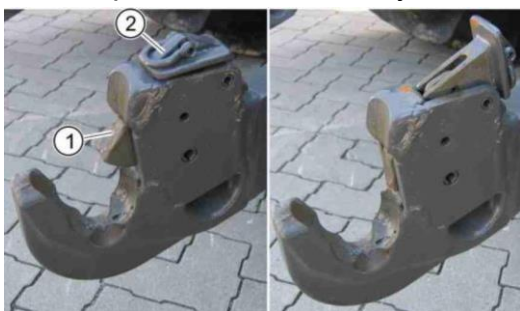

Рис. 32. Нижний рычаг трактора. Слева заблокирован, справа: деблокирован
- С помощью рукояток (2) (Рис. 32) деблокируйте нижние рычаги трактора.
- Фиксаторы (1) нижних рычагов приведите с помощью рукояток (2) в рабочее положение.